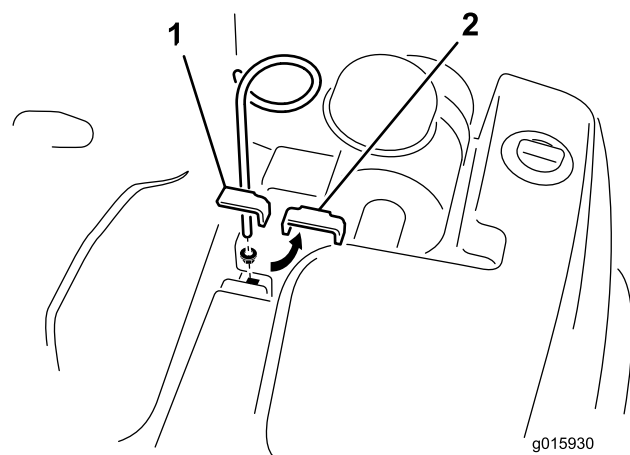

図 6
1. 油圧タンク用の上クランプをフレームに固定しているボルト、ワッシャ、ナットを外す図 6。
注 ホースガイドは図 6 のように組み付ける。